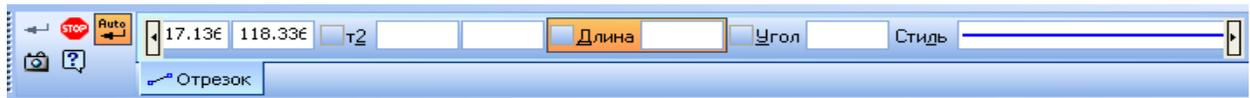

Рисунок 8. Параметры команды ввода отрезка.
Панель свойств – на данной панели отображаются вкладки с настройками и свойствами, доступными для редактирования при выполнении команд (создании операций). Например, при рисовании отрезка в графическом документе на этой панели появятся поля для ввода координат его начальной и конечной точек, длины, угла наклона и раскрывающийся список типов линий, которыми он может быть отображен (рис. 8). Набор элементов управления, отображаемых на панели свойств, отличается для каждой отдельной команды. Для изменения состава панели, то есть для ее закрепления или перевода в плавающее состояние, следует воспользоваться контекстным меню. Если панель свойств расположена горизонтально, то контекстное меню можно вызвать, щелкнув кнопкой мыши возле вертикального маркера из точек в ее левой части. Если панель находится вертикально, то для установления или снятия фиксации служит кнопка с изображением канцелярской кнопки в правой верхнем углу панели.
3. На панели *Геометрия* нажмите кнопку *Отрезок*. Станет активной команда создания отрезка, а на панели свойств появятся элементы управления, отвечающие параметрам этой команды (рис. 8).